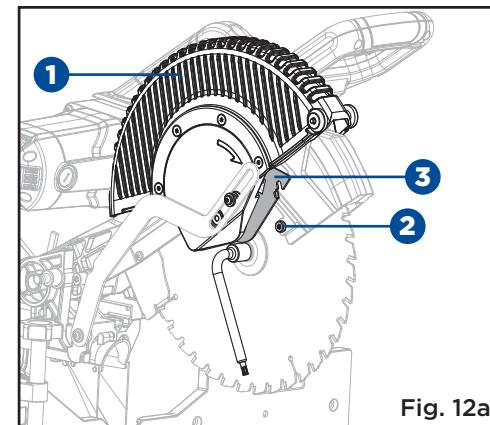

Fig. 12a
RETRAIT ET POSE DE LA LAME (Fig. 12a-12c)
- Faites pivoter la plaque de protection (3) vers le haut et à l'écart (fig. 12a).